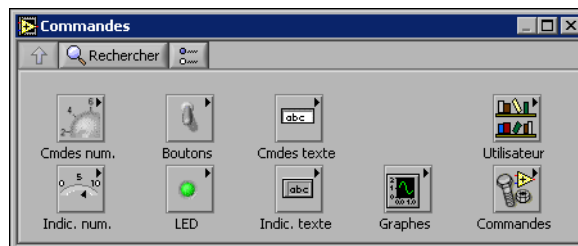

Figure 1-4. Palette de **Commandes**
- Si la palette de **Commandes**, représentée dans la figure 1-4, n’est pas apparente dans la face-avant, sélectionnez **Fenêtre»Palette de commandes** pour l’afficher.